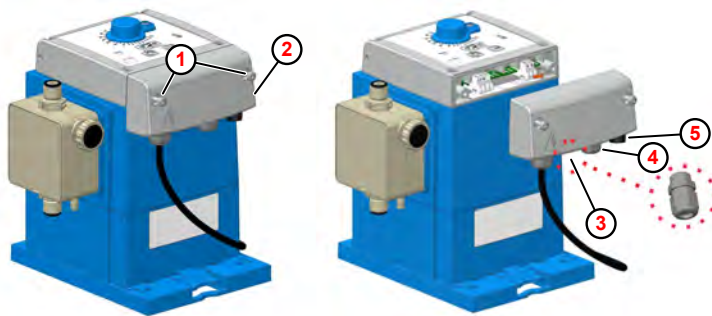

Fig. 11: Installation électrique du système « EcoUp »
( Fig. 11 , ② )
1. Desserrer les deux vis du boîtier ( Fig. 11 , ① ). Les vis sont équipées d'un mécanisme anti-chute.
2. Retirer le couvercle de bornier ② .
3. Pour raccorder la sortie de quantité de dosage ou d'alarme, monter le presse-étoupe M12x1,5 du pack d'accessoires de la pompe à l'endroit approprié ③ , faire passer le câble, serrer le presse-étoupe à fond et raccorder les fils selon le schéma des bornes.
4. Pour raccorder l'entrée d'impulsions ou d'autorisation, faire passer le câble à travers le presse-étoupe correspondant ④ , serrer le presse-étoupe à fond et raccorder les fils selon le schéma des bornes.
5. Le raccordement pour l'entrée de niveau doit être branché sur la prise femelle ⑤ prévue à cet effet.
6. Lorsque tous les travaux d'installation sont terminés, remettre en place le couvercle de bornier ② et serrer les vis de fixation ① à fond.
Les bornes deviennent accessibles après retrait du couvercle de bornier ( Fig. 11 , ② ).